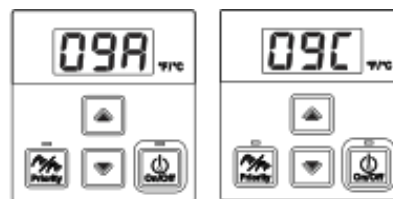

Fig. 3
5. Druk op de “On/Off” “Aan/Uit” toets om de waarde van de geselecteerde parameter op te slaan (fig. 3)